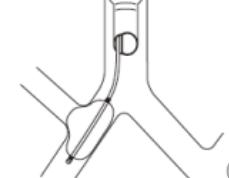

Fig.9
- Per la toracotomia destra, posizionare e gonfiare la cuffia del bloccatore in modo da erniarla leggermente nel bronco lobare superiore. Questo aiuterà a fissare la cuffia del bloccatore in posizione e bloccare in modo sicuro il bronco principale destro (Fig. 9).